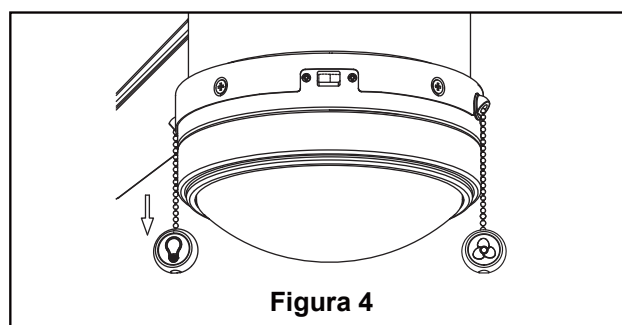

Figura 4
4. Ensamble la unidad del cubierta de interruptor/kit de luz al carcasa de interruptor del soporte con tornillos retirados previamente. (Figura 4)
4. Verifique el funcionamiento de la luz jalando suavemente de la cadena del tirador del kit de iluminación. (Figura 4)